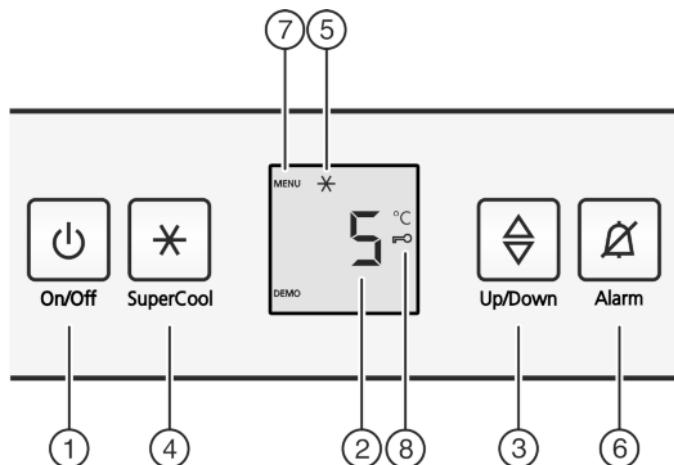

Fig. 2
- Нажмите кнопку On/Off Fig. 2 (1).
- Нажмите кнопку «SuperCool» Fig. 2 (4) и удерживайте ее 5 секунд.
► На индикаторе будет отображаться символ «Меню» Fig. 2 (7).
- Для подтверждения нажать и отпустить кнопку «SuperCool» Fig. 2 (4).
► На индикаторе горит символ «Защита от детей» Fig. 2 (8).
- Нажать и отпустить кнопку «On/Off» Fig. 2 (1).
- Нажмите кнопку Alarm Fig. 2 (6).
- ▶ Активация модуля регулировки температуры: нажмите кнопку настройки Fig. 2 (3).
- ▶ Температуру меняйте ступенями по 1 °C: нажмайтe кнопку настройки Fig. 2 (3) до тех пор, пока на индикаторе температуры не будет высвеченa требуемая температура.
- ▶ Коротко нажмите кнопку SuperCool Fig. 2 (4).
- ▶ На индикации горит символ SuperCool Fig. 2 (5).
- ▶ Символ SuperCool Fig. 2 (5) на индикации гаснет.